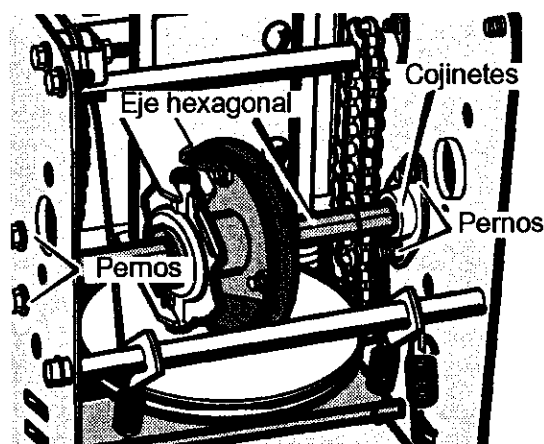

Figura 69
9. Quite los cuatro pernos que retienen los cojinetes a cada lado del eje hexagonal (Figura 69).